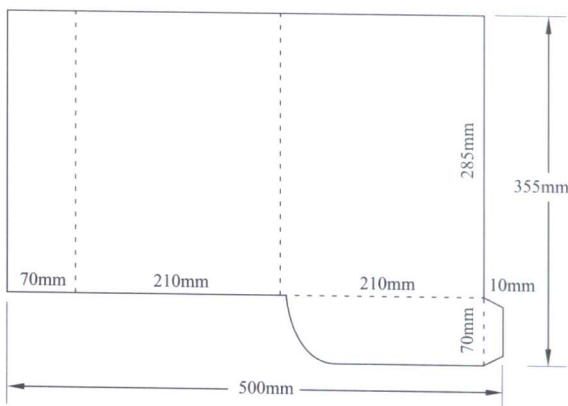

图1-3 根据业务传递单画出的草图
3. 展开尺寸：很多印刷品是折叠的，折叠以前的尺寸就是展开尺寸。根据刚才做的模型，这个封套的展开尺寸是 500mm × 355mm，如图 1-3 所示。